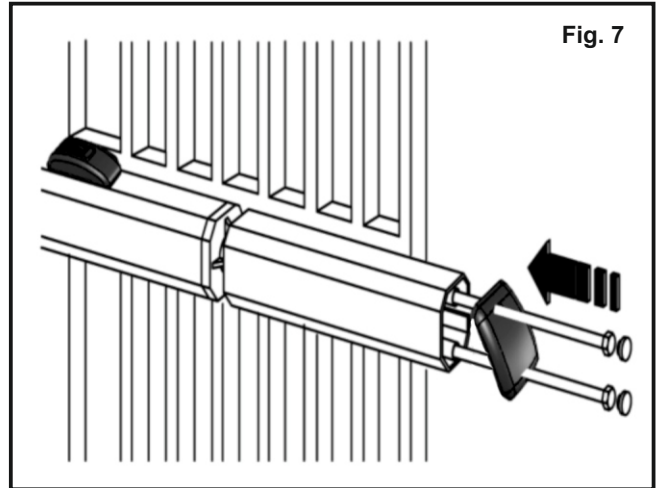

Fig. 7
N) Applicare il copri stelo sull'attuatore (fig.7)